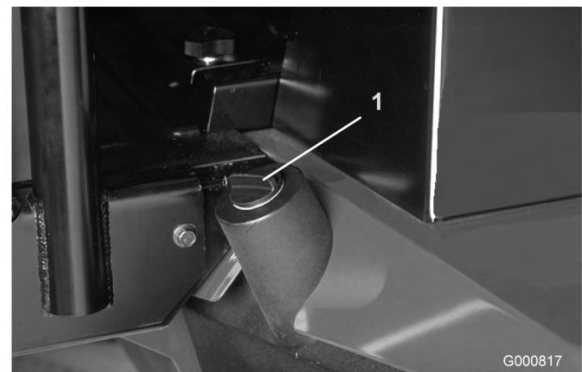

Figure 36
2. Nettoyez la surface autour du goulot de remplissage et du bouchon du réservoir hydraulique (Figure 36). Enlevez le bouchon du goulot de remplissage.